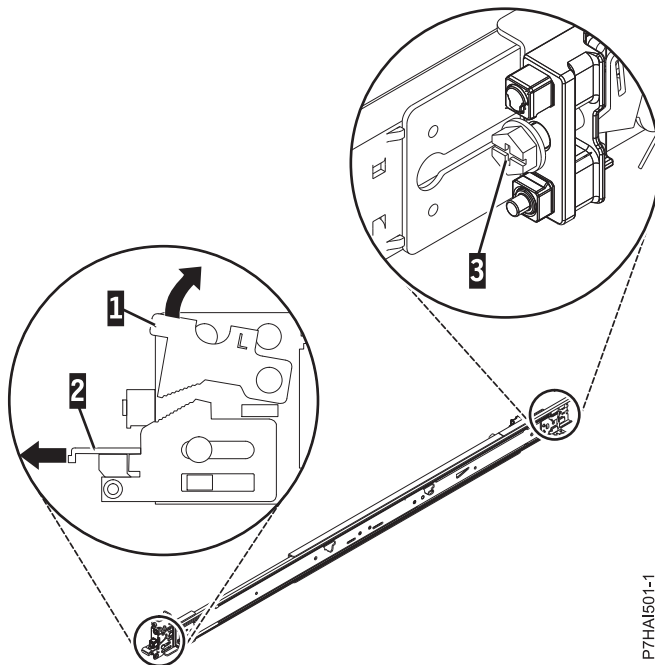

Figura 2. Apertura del pestillo frontal y extracción del tornillo posterior
2. Empuje hacia arriba la pestaña de bloqueo (1) situada en la parte frontal y extraiga el pestillo (2) de la parte frontal del riel. A continuación, extraiga el tornillo de la parte posterior del riel (3). Para obtener más de talles, consulte la Figura 2.